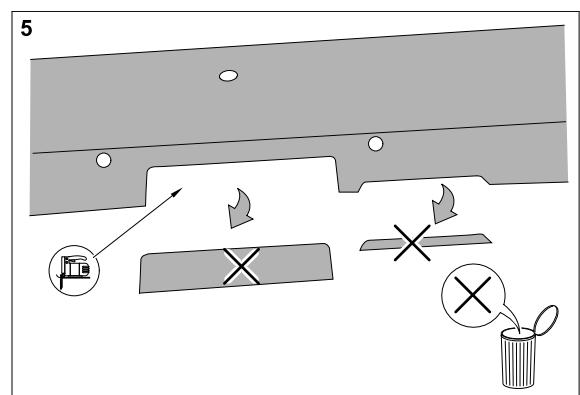

Fig. 5: Soporte parachoques con recortes
- 14.) Recortar el **sostén** del parachoques en el área de la barra de bola y la caja enchufe conforme a las marcas (ver fig. 5).